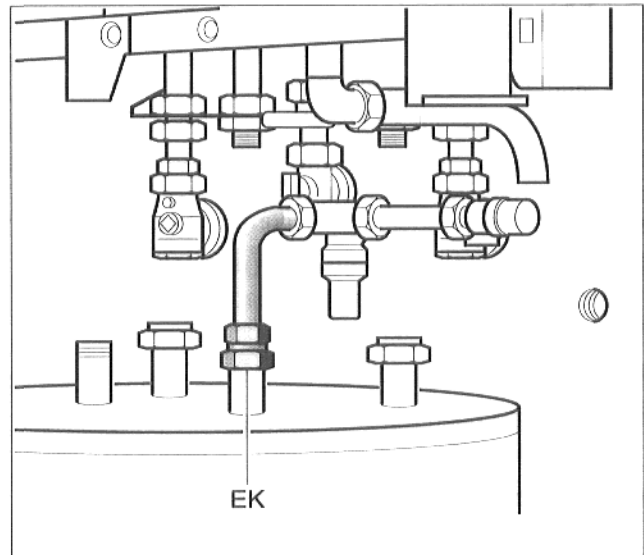

Abb. 6 Kaltwasser-Anschlußrohr
- Klemmringverschraubung an den Kaltwassereintritt am Speicher (EK) eindichten.
- Kaltwasser-Anschlußrohr zwischen Speicher und Sicherheitsgruppe montieren (Auf Klemmring und Dichtung achten! Abb. 6).